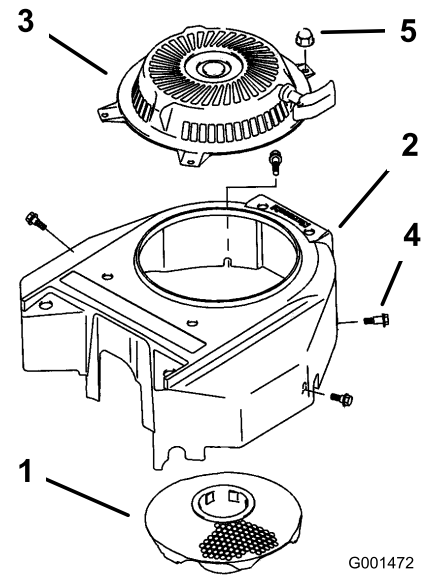

Figura 49
3. Retire la rejilla de entrada de aire, el arrancador de retroceso y la carcasa del ventilador (Figura 49).
5. Instale la rejilla de entrada de aire, el arrancador de retroceso y la carcasa del ventilador (Figura 49).